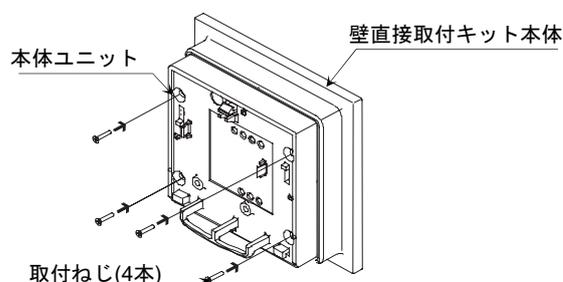

図13
(5) 本体ユニットが突き出した状態(図13)が、取付の完了です。